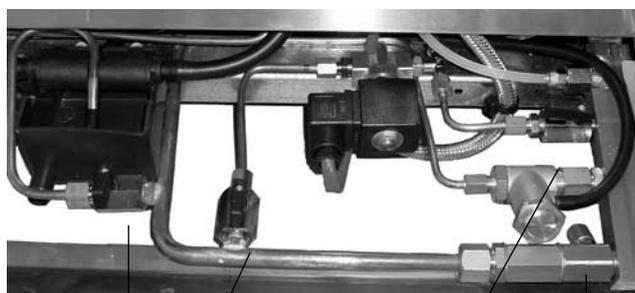

Figura 8
- a) Il rubinetto di scarico caldaia **a** deve essere chiuso (figura 8).
- b) I rubinetti della valvola auto livello **b-c** devono essere aperti (figura 8).
*Per evitare il presentarsi dell'anzidetto allarme autolivello, sarà sufficiente accelerare il caricamento automatico della caldaia agendo sull'apposito pulsante di carico manuale **f** (figura 8).*